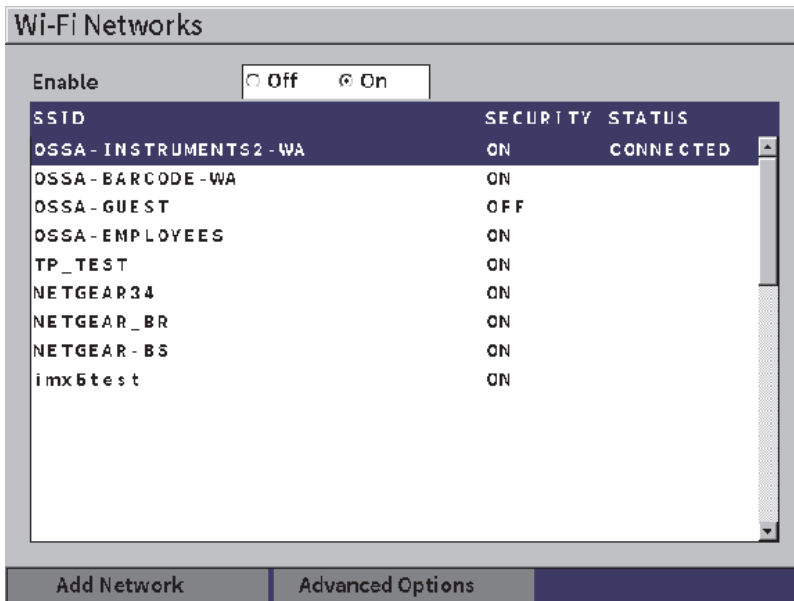

图 10-1 无线局域网设置页
2. 选择**无线局域网**图标（），打开**无线局域网**设置页（参见第 158 页的图 10-1）。